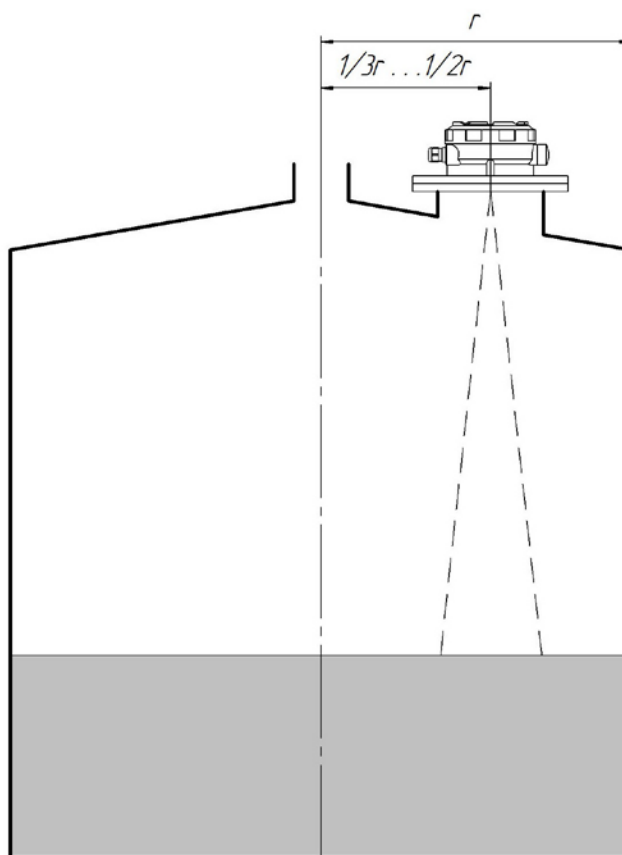

Рис. 4.7. Установка прибора
- расстояние от стенки емкости до центральной оси датчика уровня выбирать в пределах $1/2 \dots 1/3$ радиуса резервуара, рис. 4.7;